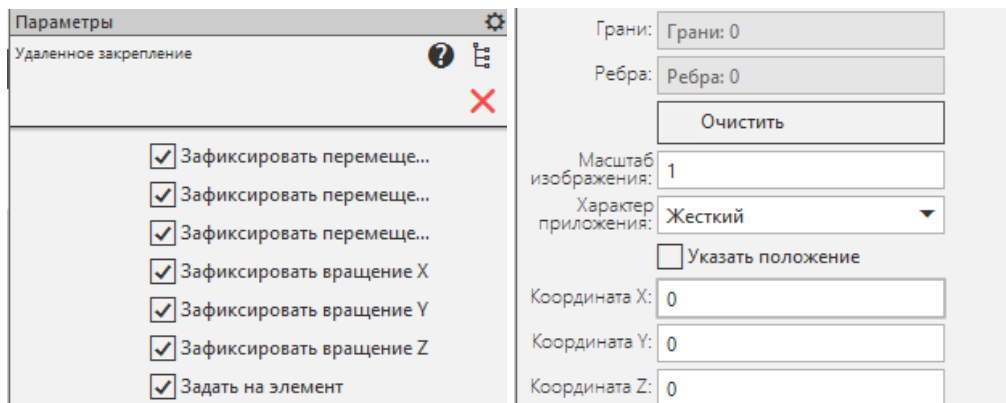

Рис. 3.24. Задание удаленного закрепления
**Удаленное закрепление** – команда предназначена для установки удалённого закрепление к ребру или к поверхности трехмерной модели (Рис. 3.24).